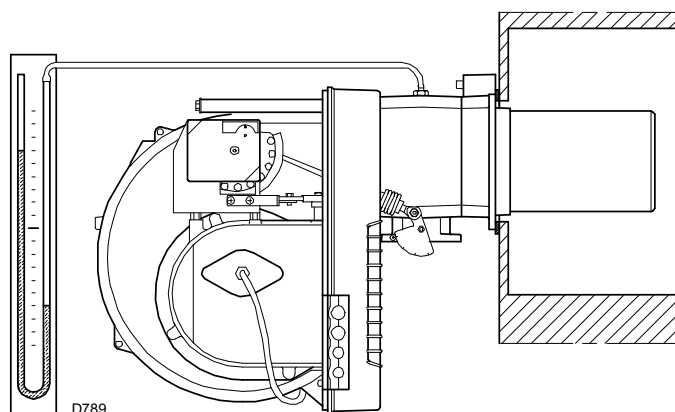

Fig. 20
- Montare un manometro a U (Fig. 20) sulla presa di pressione del gas del manicotto. Serve a ricavare approssimativamente la potenza MAX del bruciatore mediante la Tab. H a pag. 19.
Aumentare allora la portata del gas all'accensione. L'arrivo del gas al manicotto è evidenziato dal manometro ad U (Fig. 20 a pag. 23).
A titolo orientativo può essere ricavata dalla Tab. H a pag. 19, basta leggere la pressione del gas sul manometro a U, vedi Fig. 20 a pag. 23, ed seguire le indicazioni date nella Tab. H a pag. 19.